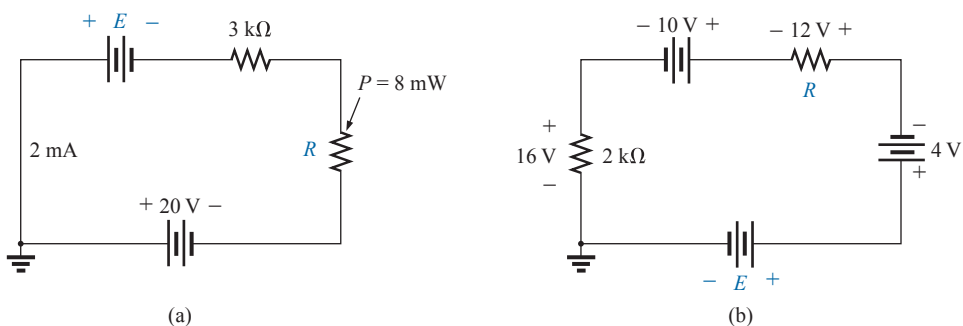

Figura 5.104 Problema 20.
- 20. Descubra a fonte de tensão desconhecida e o resistor para os circuitos na Figura 5.104. Primeiro, combine as fontes de tensão em série em uma única fonte. Indique a direção da corrente resultante.